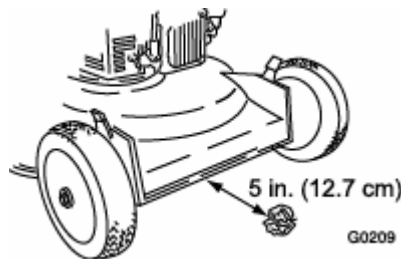

Figura 8
5. Tome una hoja de periódico y arrúguela en forma de una pelota suficientemente pequeña para pasar debajo de la plataforma (cerca de tres pulgadas ó 76 mm. de diámetro) como se muestra en la Figura 8.